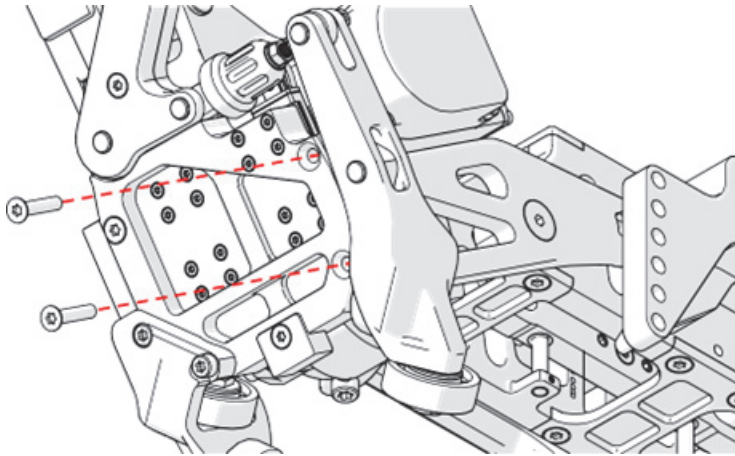

Figura 2-8 Extracción de dos tornillos
9. Con un des[tornillador] Tornillador Torx T25, retire dos tornillos a partir del transportador de motor (ver Figura 2-8 en la página 95).